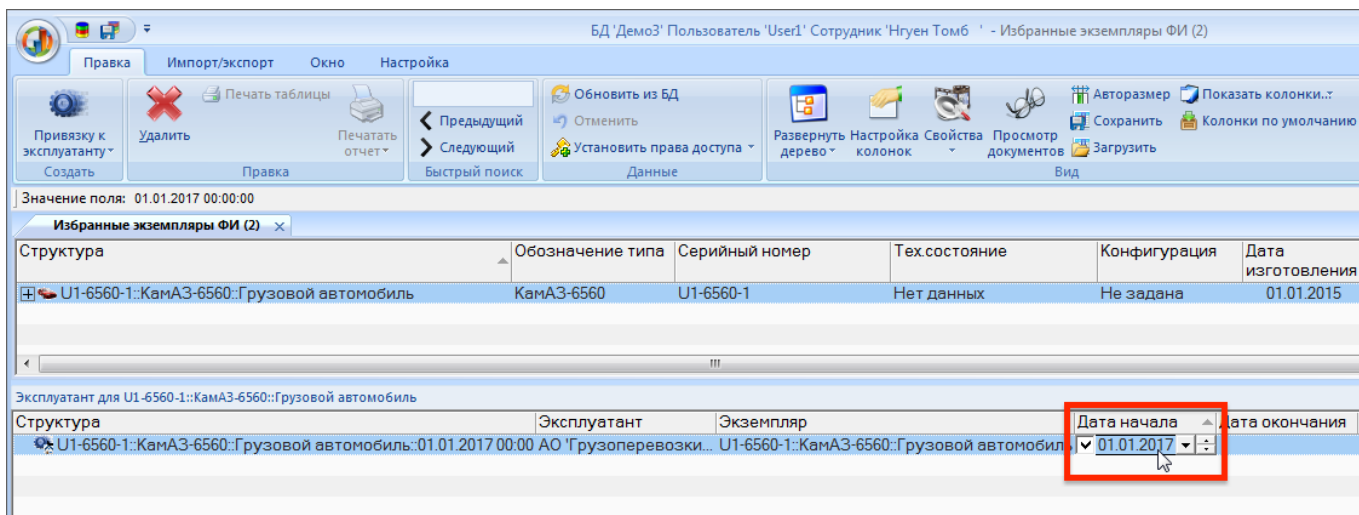

Рис. 9-16 – Дата начала эксплуатации
- при необходимости изменить значение в поле «Дата начала» (дата начала эксплуатации) (рис. 9-16).